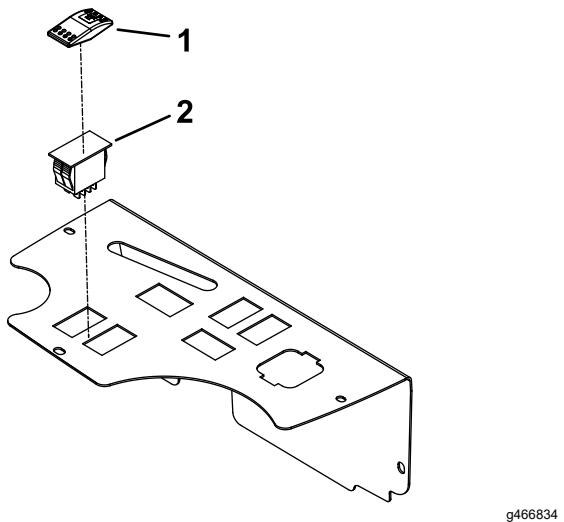

Figura 2
5. Montate l'interruttore della luce di segnalazione e l'interruttore a bilanciere (Figura 2).